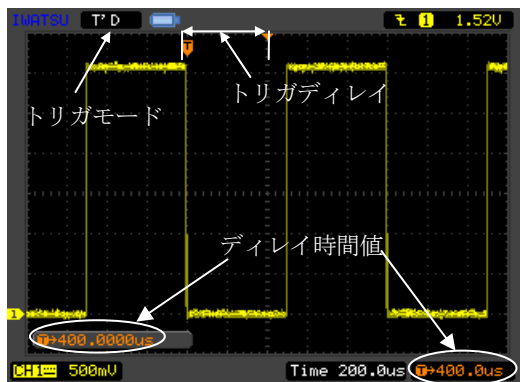
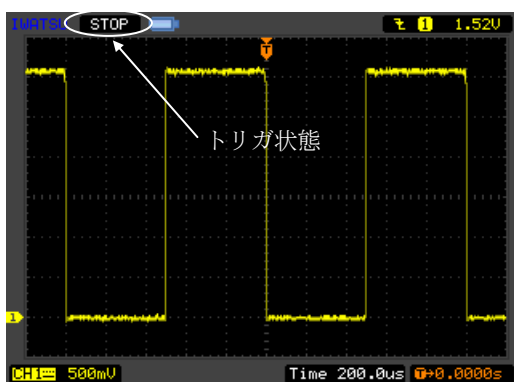

図 2.36 CAL 信号波形測定例 8
図 2.38 CAL 信号波形測定例 9
- ② 図 2.36 で画面左下のディレイ時間値が $400.0 \mu\text{s}$ になるように設定します。
ここでは、前節図 2.36 の測定例 8 から、SINGLE（シングル）モードでの操作方法を説明し、測定例を掲載します。
波形の取り込みが停止すると図 2.36 の画面左上に表示されていたトリガ状態“TD”が“STOP”に変わります。(図 2.38 参照)